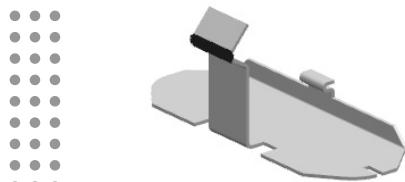
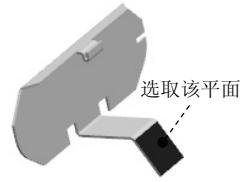
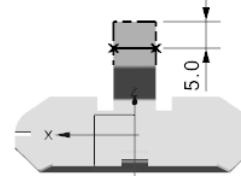

图 4.8.24 “折弯”特征 2
图 4.8.25 选取草图平面
图 4.8.26 折弯线
Step4. 创建图 4.8.24 所示的“折弯”特征 2。选择下拉菜单 **插入(S)** → **折弯(W)** → **折弯(B)...** 命令，系统弹出“折弯”对话框；单击 **草图** 按钮，系统弹出“创建草图”对话框，选取图 4.8.25 所示的平面为草图平面，绘制图 4.8.26 所示的折弯线，完成后退出草图环境；在“折弯”对话框 **折弯属性** 区域下的 **角度** 文本框中输入折弯角度值 100；在 **折弯参数** 区域中单击 **折弯半径** 文本框右侧的 **...** 按钮，在弹出的菜单中选择 **使用本地值** 选项，然后在 **折弯半径** 文本框中输入折弯半径值 0.5；在 **内嵌** 下拉列表中选择 **折弯中心线轮廓** 选项；单击“反侧”按钮 **X**，反转折弯侧；单击 **<确定>** 按钮，完成特征的创建。